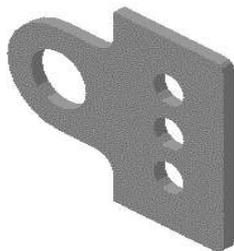

Рисунок 44
4. Нажмите кнопку создать в диалоговом окне Параметры. Получаем –мерную модель подвески без невидимых линий. Выберите в Панели управления программы команду Полутоновое . Получим 3-х мерное полутоновое изображение модели подвески (см. рис. 44).